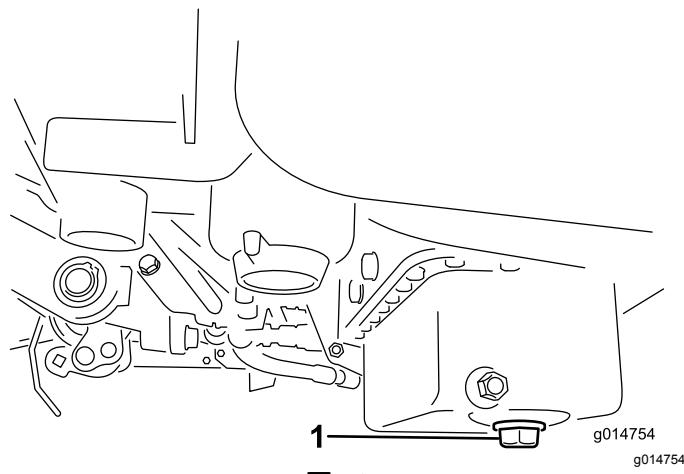

図43
- ドレンプラグを外してオイルを容器に受ける。オイルが抜けたらドレンプラグを取り付ける図43。